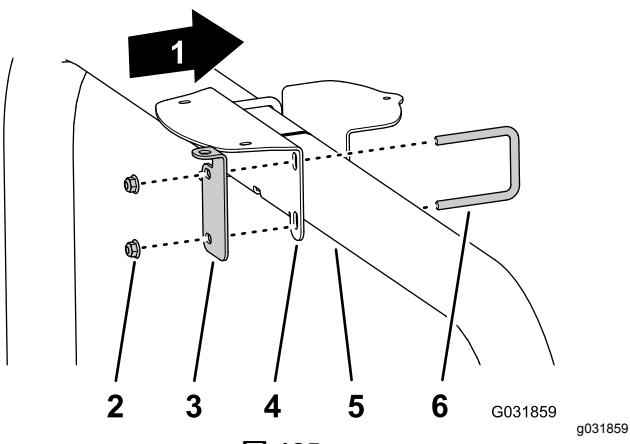

図 125
- GNSS と CDMA または GSM RTK 修正モデムキットを搭載している機体では、U ボルト2本とフランジロックナット4個 $\frac{3}{8}\text{ inch}$ を使用して、受信機用マウントと共に RTK 用のアンテナブラケットを取り付ける図 125。